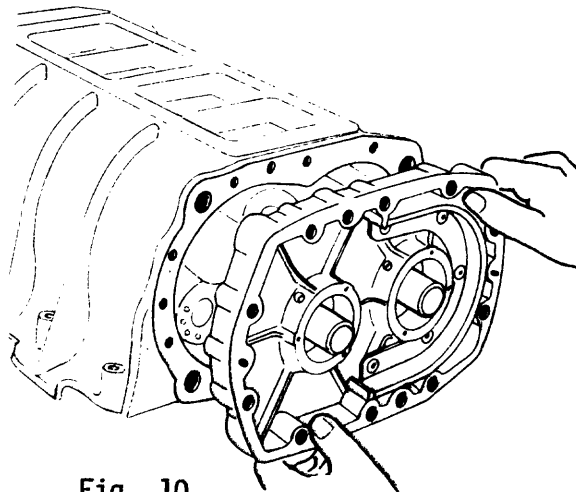

Fig. 10
- c Coloque la placa de extremo trasero y fíjela mediante sus tornillos de sujeción (fig. 10).